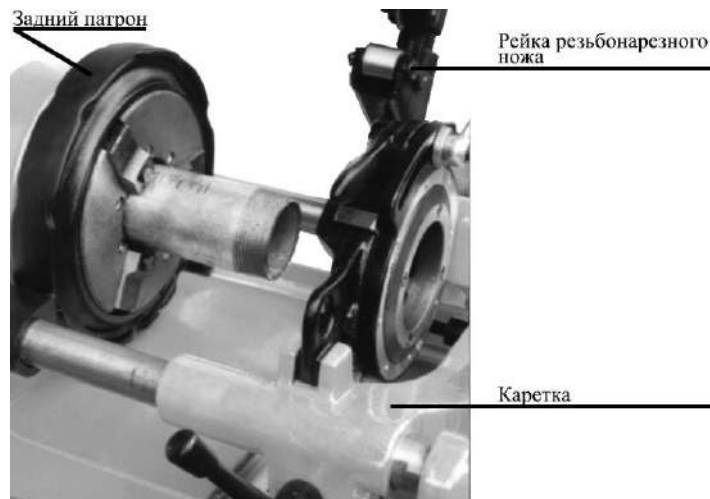

Рис.4
3. Потяните вверх резьбонарезной нож и рейку для скашивания кромки, опустите резьбонарезную головку в положение для нарезания резьбы. Вращайте ручной маховик каретки, чтобы придвинуть резьбонарезную головку к торцу трубы. (см. рис.4)